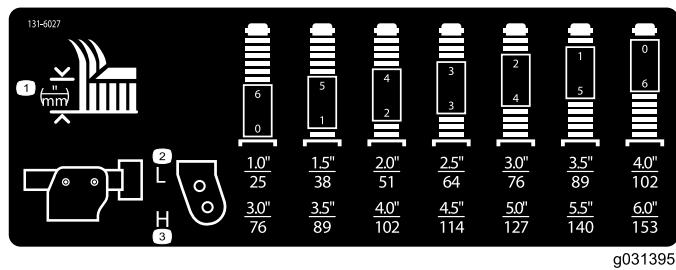

Figura 22
- Coloque os eixos da roda giratória nos mesmos orifícios em todas as forquilhas da roda giratória; consulte a tabela para determinar os orifícios corretos para a definição da altura de corte (Figura 22).